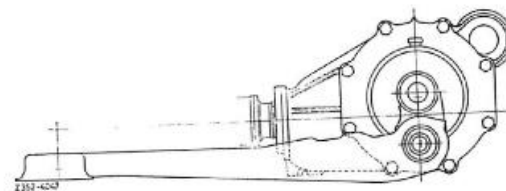

Bild 35-3/10
14 Auf das Stützlager (6) konischen Montagehorn (1) aufschrauben, Schubstrecke (5) einführen, dabei auf die richtige Lage der Lippe des Gummilagers (4) achten (Bild 35-3/11).